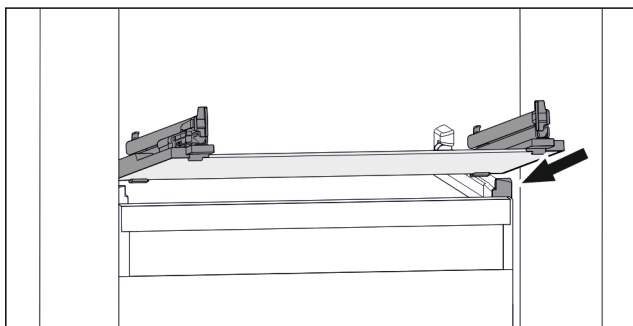

Fig. 167 Beispielhafte Darstellung der Glasplatte
- ▶ Glasplatte schräg hinter den Stopperrn aufsetzen. (zie Fig. 167)